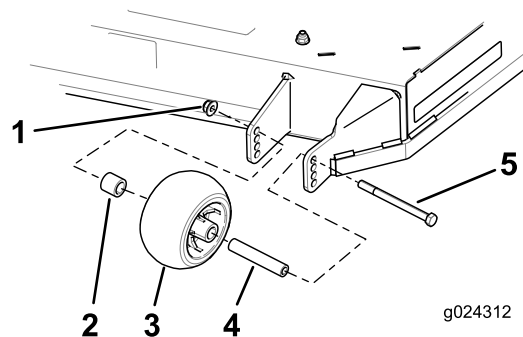

Figura 25
4. Alinee el perno y el rodillo protector del césped con el taladro del soporte que corresponde a la posición de altura de corte más próxima (Figura 25).
5. Introduzca el perno en el taladro del soporte y sujete el perno y el rodillo protector del césped con la tuerca con arandela prensada (Figura 25).
3. Retire la tuerca con arandela prensada, el rodillo protector de césped y el perno del soporte (Figura 25).